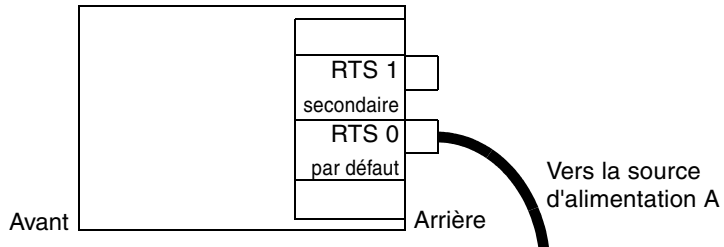

FIGURE 3-4 Une unité RTU et une source d'alimentation en courant alternatif
- Dans une configuration avec une unité RTU et une source d'alimentation en courant alternatif, vous ne devez connecter qu'un seul câble, à l'arrière du système sur la gauche (FIGURE 3-4).